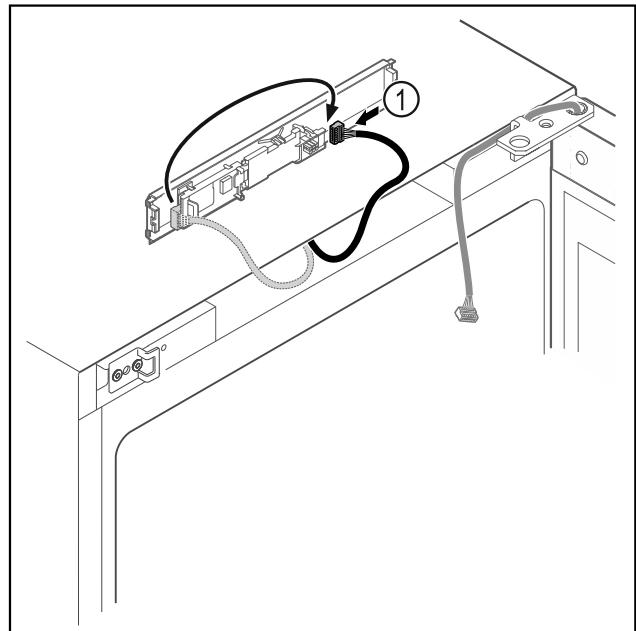

Fig. 15
- Zmenťte zapojenie zástrčky Fig. 15 (1) na doske plošných spojov.